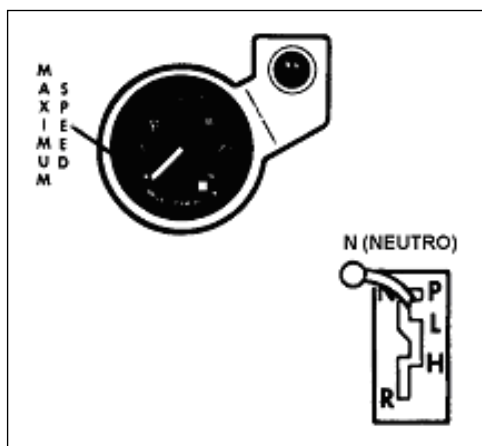

Fig 11-2. Alavanca seletora de marcha em "Neutro"
a. Neutro (N) (Fig 11-2)
- (1) Usar esta marcha quando não se deseja movimentar o CC ou quando for executar um pivoteamento.
(2) Deve-se manter o freio aplicado enquanto se muda a alavanca seletora de marchas de P (PARK) para outra marcha. O CC pode se mover para frente se o freio não estiver aplicado.
(3) Se o motor falhar num aative, não permitir que o CC retroceda enquanto a alavanca seletora de marchas estiver engrenada em L, H, agindo sobre o freio.
(4) Se o motor começar a funcionar com carro recuando, parar o CC e cortar o motor. Tentar uma nova partida. Se o freio não parar o CC, mover a alavanca seletora de marchas para N (neutro).
(5) Não descer ladeiras com a alavanca seletora de marchas em neutro.
(6) Não passar de N para L, H ou R a menos que o motor esteja no regime de marcha lenta (700 a 750 RPM).